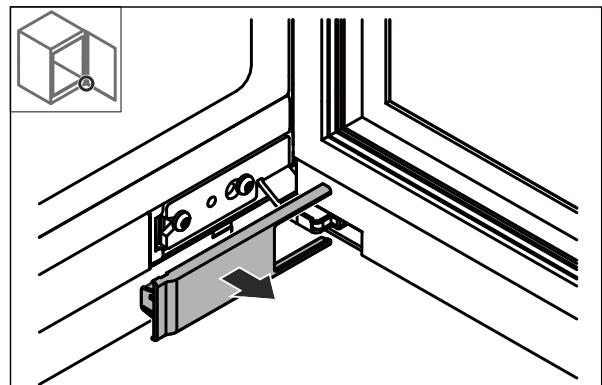

図3
- 図3で取り外したカバーを180°回転させ、機器下部の吊元側に取り付けます。